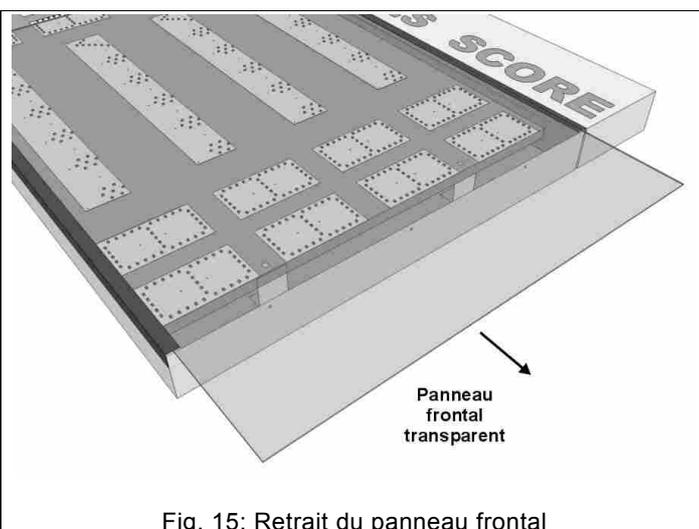

Fig. 15: Retrait du panneau frontal
3. Enlevez le panneau frontal transparent (Fig. 15).